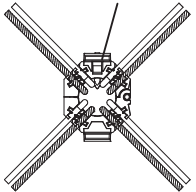

Fig 4.
6. **One-glance polarity check:** There is a guide pin hole in the face of the wire manager. When properly wired, the "white wire" of each pair will be closest to the guide pin hole. (See Fig. 4).
6. Pour vérifier la polarité d'un coup d'œil, il suffit de s'assurer que le « fil blanc » de chaque paire est placé de manière à être le plus près du guide-broche (figure 4).
6. Haga una comprobación rápida de la polaridad: Hay un agujero guía en el guidor de cable. Cuando está cableado correctamente, el "conductor blanco" de cada par estará más cercano al orificio del agujero guía. (Ver Fig. 4).